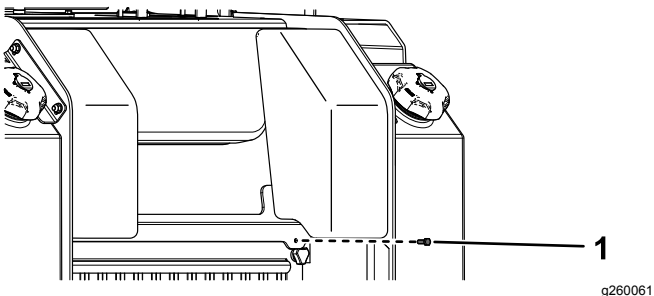

Figure 39
1. Retirez la fixation (Figure 39).
2. Levez le couvercle d'accès arrière et fixez la béquille pour accéder aux composants internes (Figure 39).